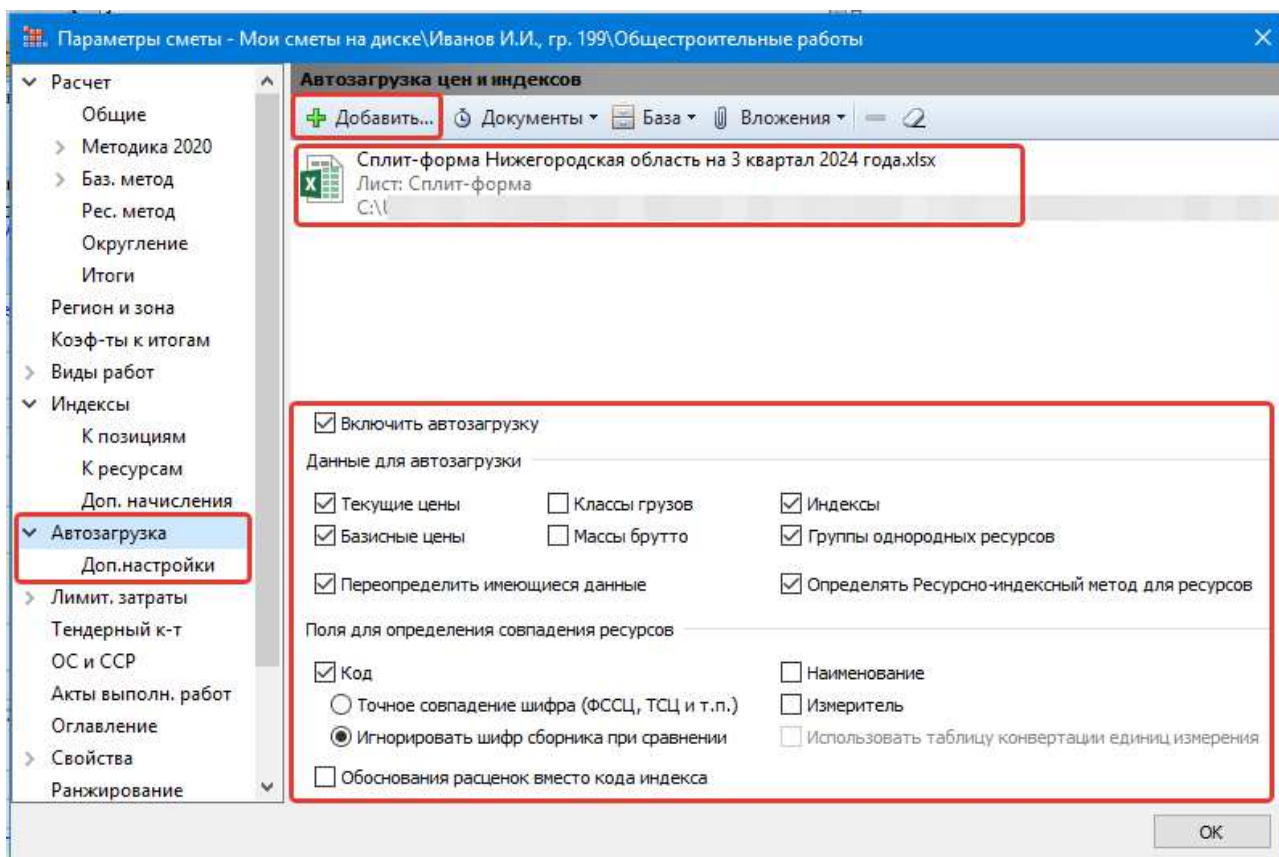

Рисунок 10.6. Автозагрузка из сплит-формы
- Нажмите кнопку **Добавить**. На экране появится окно открытия файла, где следует найти файл Excel, скачанный с сайта ФГИС ЦС (см. п. 10.1). Например: **Компьютер – Документы – Сплит-формы – Сплит-форма Нижегородская область на 3 квартал 2024 года**. Выбранный там файл добавляется в список документов, доступных для загрузки данных в смету (рис. 10.6).